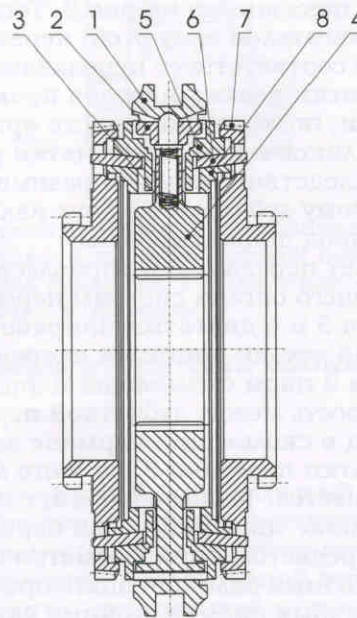

Рис.7 Ансамбль двухаксоидного синхронизатора главной оплки
В главном вариаторе установлен двухаксидный синхронизатор с закреплённым кольцом, на рис.7 показывается схема структуры аксиального главного сечения.
Синхронизаторы передач 5-6 в рис.7 передачи 5 и 6 все составляют двухаксоиды, зубчатая втулка, зубчатая ступица, блок, пружина и другие их синхронизаторов совместно использованы передачами 5 и 6, которые отдельно имеют 3 конусовидные части (5, 6 и 8). Связанный внешний конус (5) синхронизатора имеет 6 одинаковых отдельных клавишей, которые соединяются с 6 пазами, имеющимися на внутреннем конусе (8) синхронизатора. Поэтому внешний (5) и внутренний (8) конусы вращаются вместе с двумя валиками синхронизатора; а синхронный конус (6) имеет 6 кулаков, которые соединяются с 6 пазами, имеющимися на сочленённом кольце (7). Поэтому конус (6) вращается вместе с зубчаткой передачи 5. Когда вариатор превращается от 4 в 5 передачу или от 6 в 5 передачу, между зубчаткой передачи 5 и двумя валиками образуется относительная разность угловой скорости, тогда в конусовидной структуре синхронизатора передачи 5 начинают работать две пары аксоидов скользящего трения. Поэтому в одинаковых условиях общего размера синхронный момент трения на аксоиде трения, образованный аксиальной тягой, накладывающей на зубчатую втулку синхронизатора, равен сумме моментов трения, действующих между двумя аксоидами, т. е. при переключении передачи 5 образующийся синхронный момент трения составляет примерно 2 раза одноаксоидного синхронизатора, таким образом сила переключения передачи уменьшается около 50%.